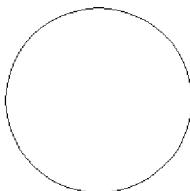
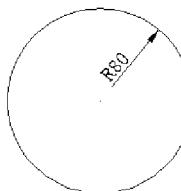

图 3.16 原图
图 3.17 标注半径尺寸
(1) 单击“半径”标注按钮 R ,移动光标到要标注的圆周上并单击鼠标左键选取。
(2) 移动光标会出现引线并随光标移动,然后移动引线到合适的位置,单击鼠标左键即可完成该对象的尺寸标注。图 3.16 所示为原图,图 3.17 所示为标注半径尺寸后效果。